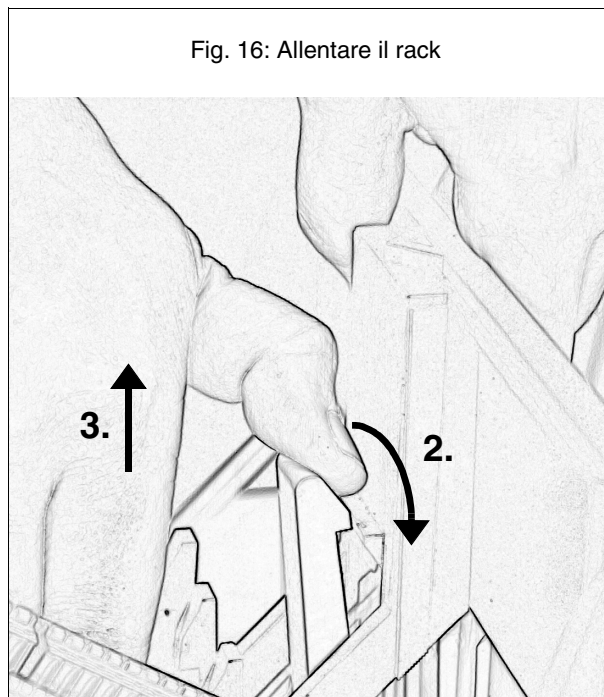

Fig. 16: Allentare il rack
1. Allentare con il pollice di una mano il blocco grigio chiaro nella parte inferiore del corpo. Vedere la Fig. 16.
2. Con l'altra mano sfilare il rack blu obliquamente verso l'alto dal telaio di montaggio di colore grigio chiaro. Vedere la Fig. 16.